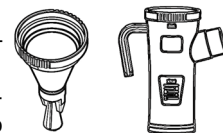

Рисунок 5.
- Пипеткой или при помощи специального мерного - весового контейнера поместите нужное лекарственное средство, не более 6 мл, в чашку ингалятора (Рисунок 5).